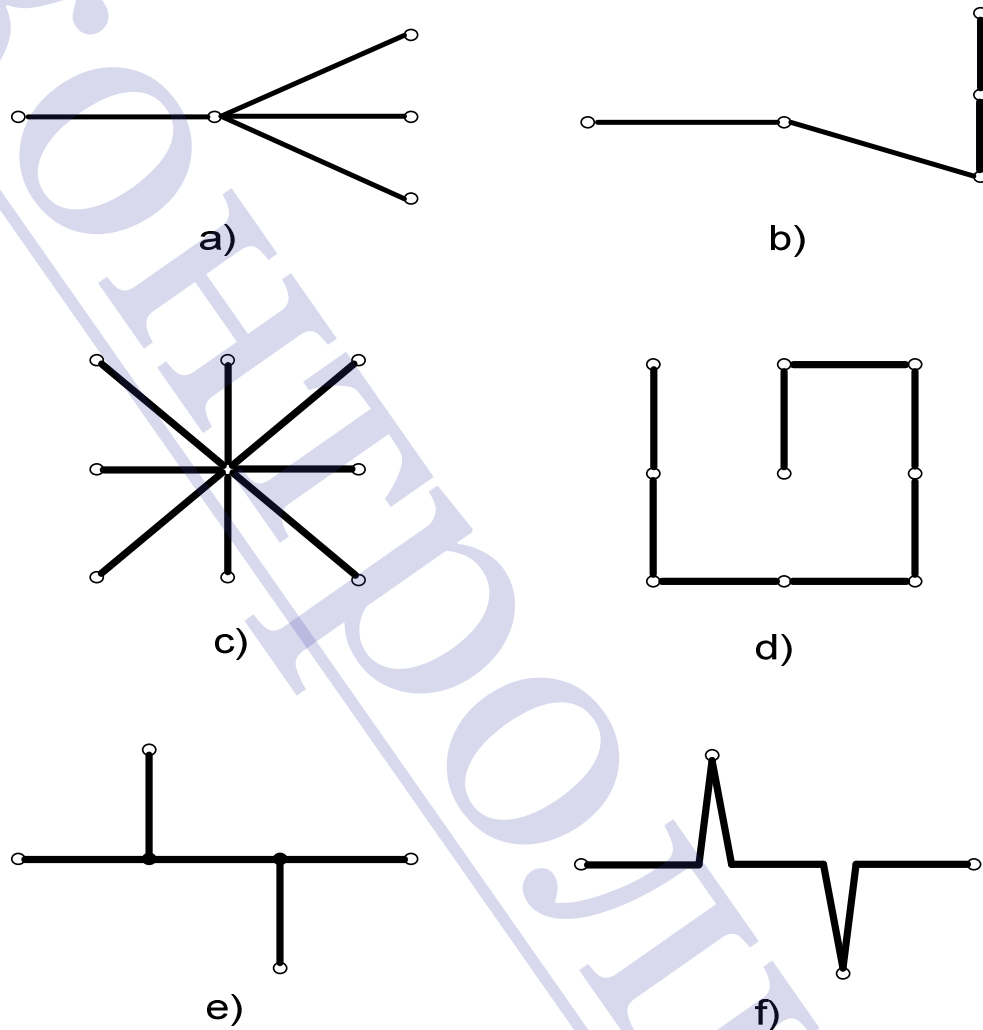

Рис. 2 . Схеми підключення декількох обчислювачів до лінії зв'язку.
7.4.4 Довжина відводів від магістральної лінії до приладу повинна бути мінімальною (рекомендована довжина  $10 \div 15$  см). Можливе використання з'єднання «шлейфом». На рис. 2 показані: